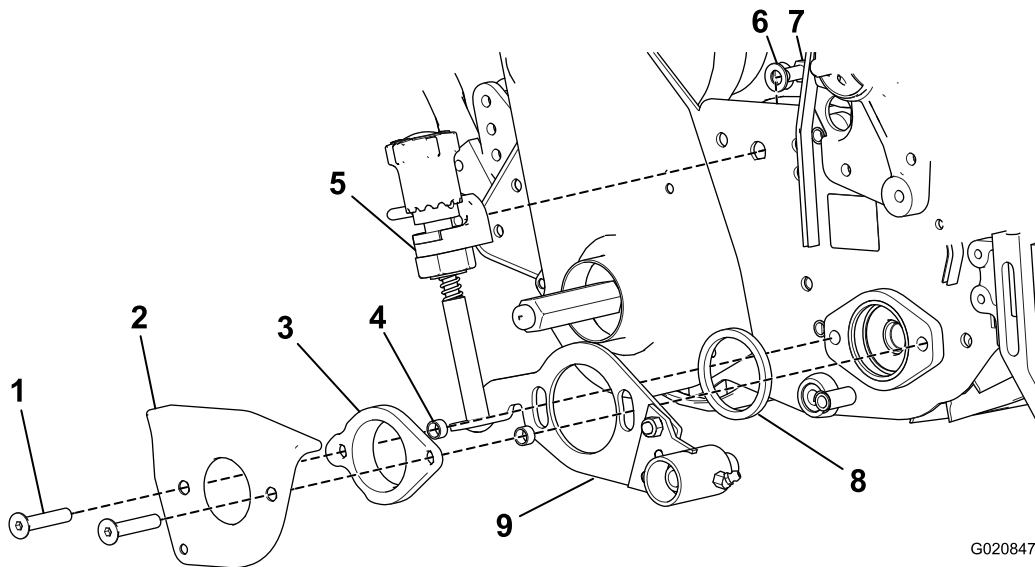

图19
- 取下疏草刀臂盖（图19）；保留平头螺丝，丢弃盖子下面的隔片。
- 从调节旋钮安装架上卸下弧形垫圈和螺栓（ $\frac{3}{8} \times \frac{5}{8}$ 英寸）（图19）。
- 将适配器卡环插入滚刀轴承壳体（图19）。
- 将 2 个平头螺丝（ $\frac{3}{8} \times 2$ 英寸）插入并穿过疏草刀臂盖和轴承适配器，并将隔片放到每个螺丝上（图19）。
- 将疏草刀臂盖、轴承适配器、隔片和疏草刀板总成安装到滚刀轴承壳体上，将适配器滑动穿过疏草刀板总成内的铜衬套，并滑入滚刀轴承壳体（图19）。
- 使用之前卸下的螺栓（ $\frac{3}{8} \times \frac{5}{8}$ 英寸）和弧形垫圈，将疏草刀调节旋钮总成安装架安装到右侧板（图19）。